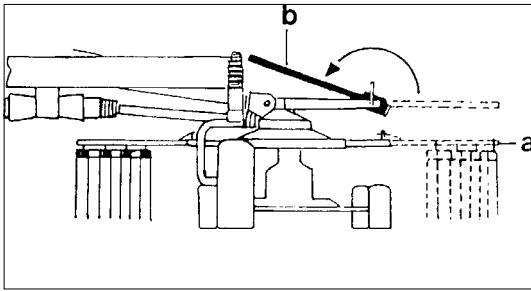

Figure 3-15
2. Pivoter les étriers de protection latéraux (b) vers l'intérieur jusqu'à ce que l'arrêt s'encliquette (figure 3-15).